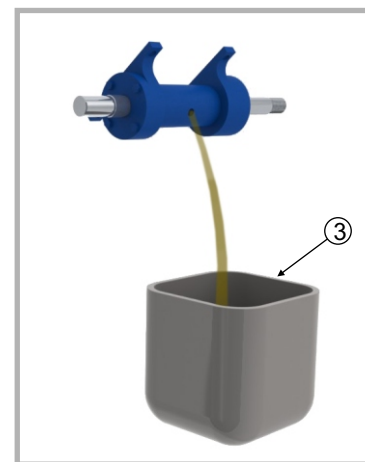

Fig. 19
- 3- Coloque um recipiente (3) para a coleta do óleo usado. Vire o mancal para esgotar o óleo. (Fig. 19)